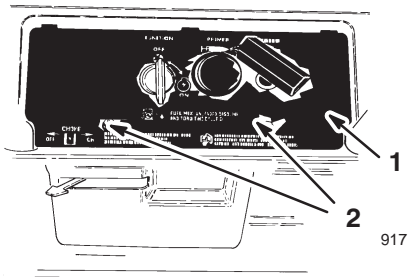

Figure 14
1. Retirer les 2 vis de fixation du panneau de commande au carter (Fig. 14).